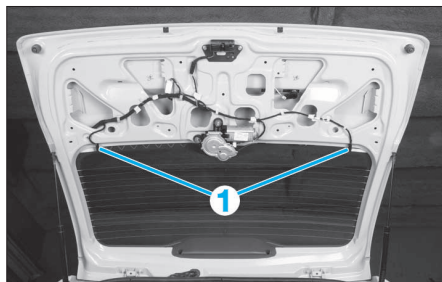

FIG. 118
- Débrancher les alimentations du dégivrage (1) (Fig.118).